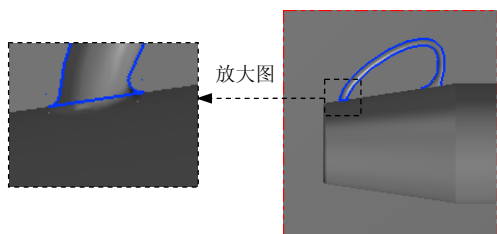

图 21.48 边界 3
Step3. 绘制边界 3。单击顶视图 按钮，选择下拉菜单 **C 绘图** → **L 任意线** → **E 绘制任意线** 命令，绘制图 21.48 所示的线，单击 按钮，完成直线的绘制。